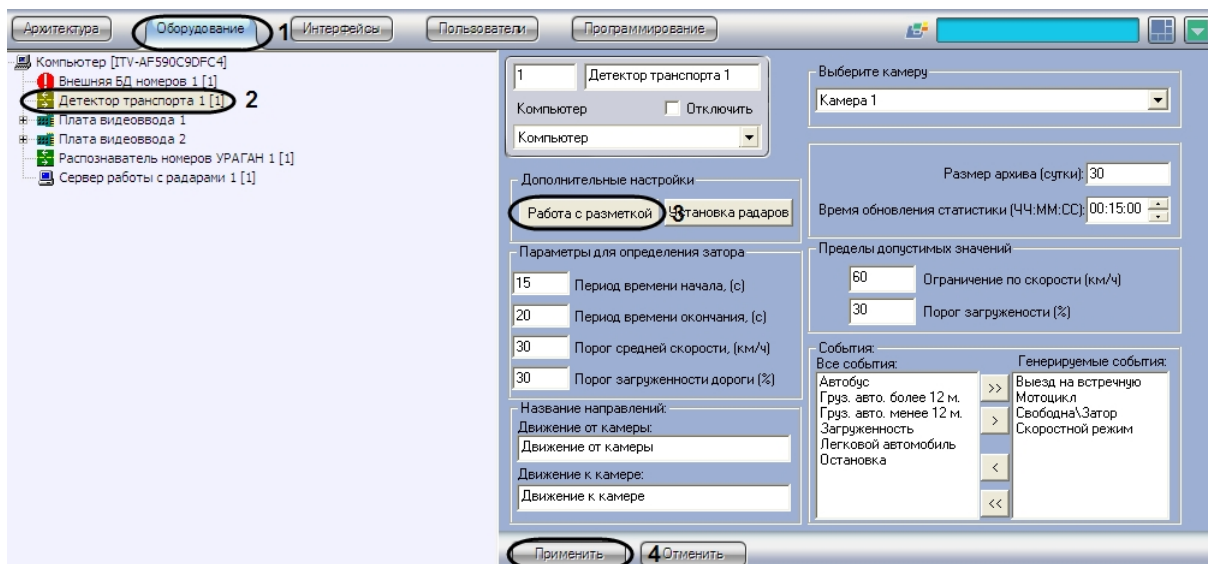

Рис. 71. Импорт файла, содержащего параметры разметки
2. В дереве объектов на вкладке «Оборудование» выбрать объект «Детектор транспорта», соответствующий настраиваемому программному модулю «Детектор транспорта». В правой части вкладки «Оборудование» отобразится панель настройки выбранного объекта (см. Рис. 71).
5. Нажать кнопку «Применить» (см. Рис. 71).